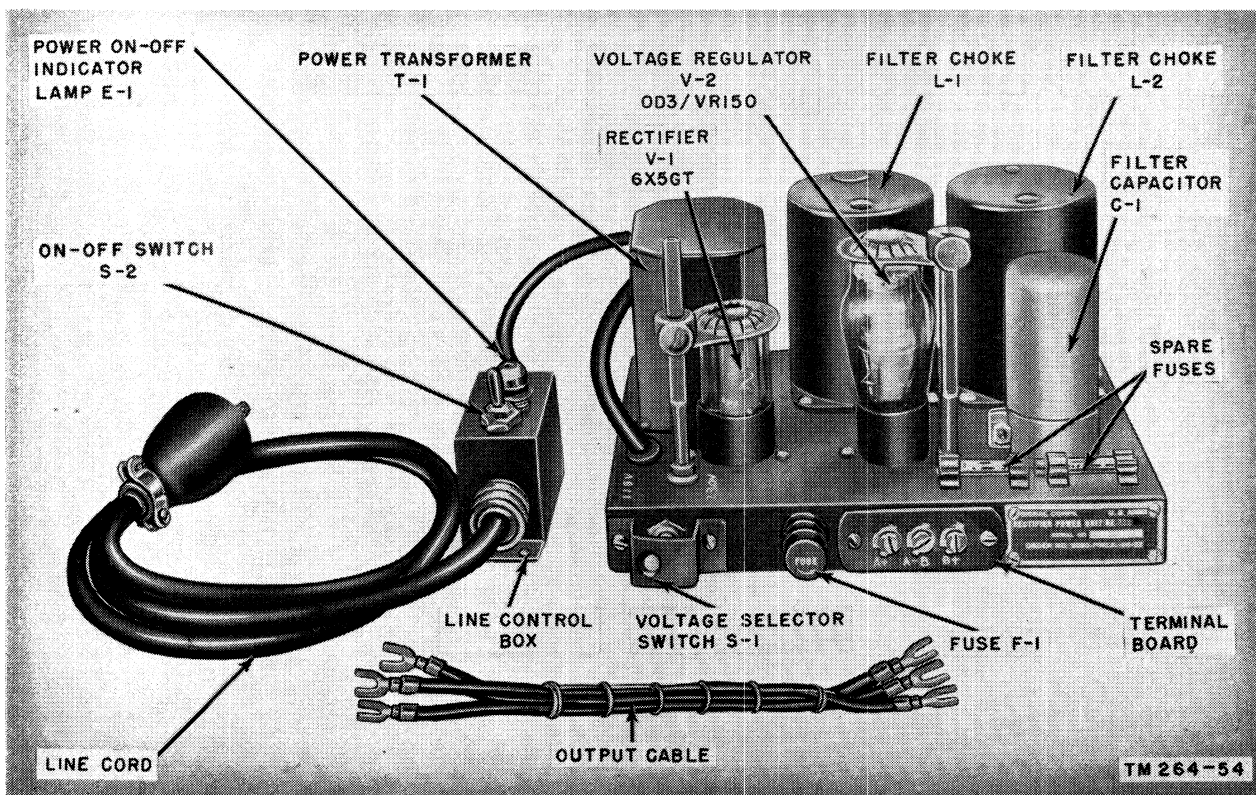

Figure 19. Rectifier Power Unit RA-133-A.
25. Rectifier Power Unit RA-133-A (fig. 19)